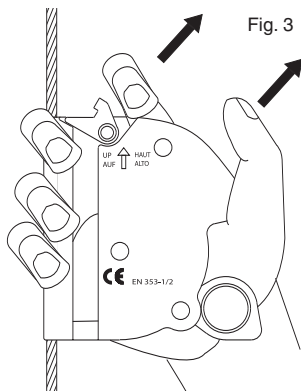

Fig. 4
- Stopcable F : 380 gr. (fig.4)